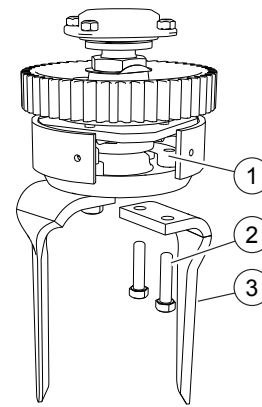

FIG. 44
- Einen Hebel zwischen den zwei Werkzeugen des gleichen Rotors einsetzen und mit Kraft bis zur Blockade (1, Fig. 44) vor der Öffnung drehen.
- Die zwei Schrauben losdrehen (2, "Fig. 44").
- Die Sperrung entfernen (1).
- Das Seitenmesser entfernen (3).